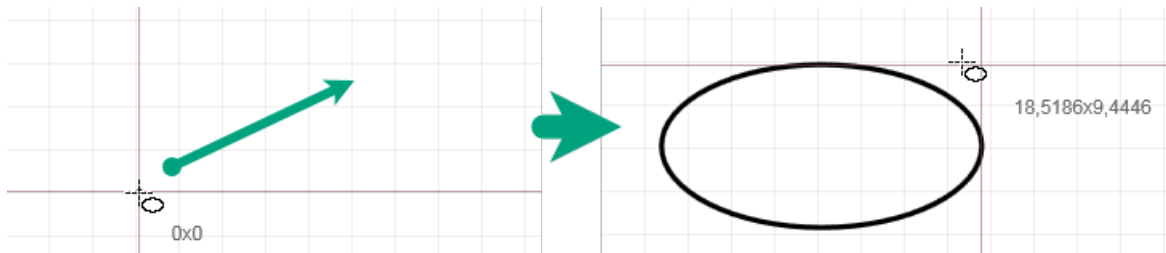

Рис. 390 Фиксация эллипса
3. Переместите курсор мыши от центра эллипса. Система отобразит предполагаемый вид фигуры, см. Рис. 390.